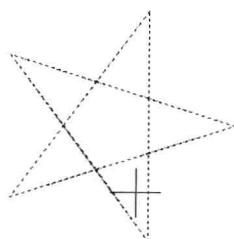

图 6-4-5
- (3) 为将五角星的 5 个角创建为面域，中间的五边形区域不创建为面域，在对话框中单击“拾取点”按钮 \square ，关闭对话框，依次在 5 个三角形的内部单击，如图 6-4-5 所示，这些点称为内部点，按 Enter 键创建 5 个三角形面域。